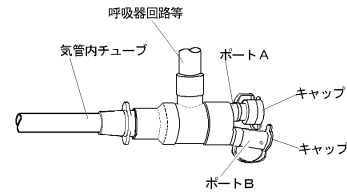

図4.
- ⑩肺虚脱後(分離肺換気中)の通常操作時は、ブロッカーチューブのキャップを確実に閉めておくこと。
- ⑪挿入に際し、ブロッカーチューブの先端が気管内チューブのコネクタ等に当たる場合は、ブロッカーチューブを回しながら通過させること。
- ①気管支鏡やサクションチューブは、ポートAのキャップを外して、挿入すること。(図4参照)
- ②気管支鏡やサクションチューブを挿入しない場合は、ポートAのキャップは、確実に閉めておくこと。
- ③ブロッカーチューブの交換等、ブロッカーチューブを抜去した状態で、一時的に呼吸管理を行う場合は、各ポートのキャップを確実に閉めておくこと。(図4参照)